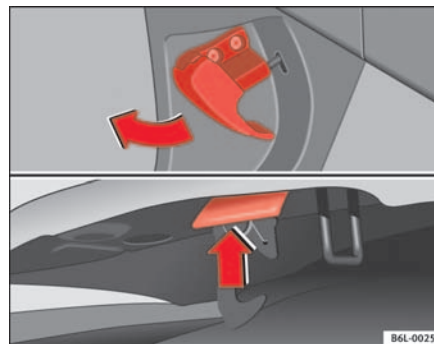

Fig. 118 Détail du plancher côté conducteur : levier de déverrouillage du capot-moteur. Gâchette d'ouverture du capot moteur.
- Tirez sur le levier qui se trouve sous le combiné d'instruments ⇒ fig. 118 dans le sens indiqué par la flèche. Le capot se débloque grâce à l'action du ressort ⇒ ⚠.